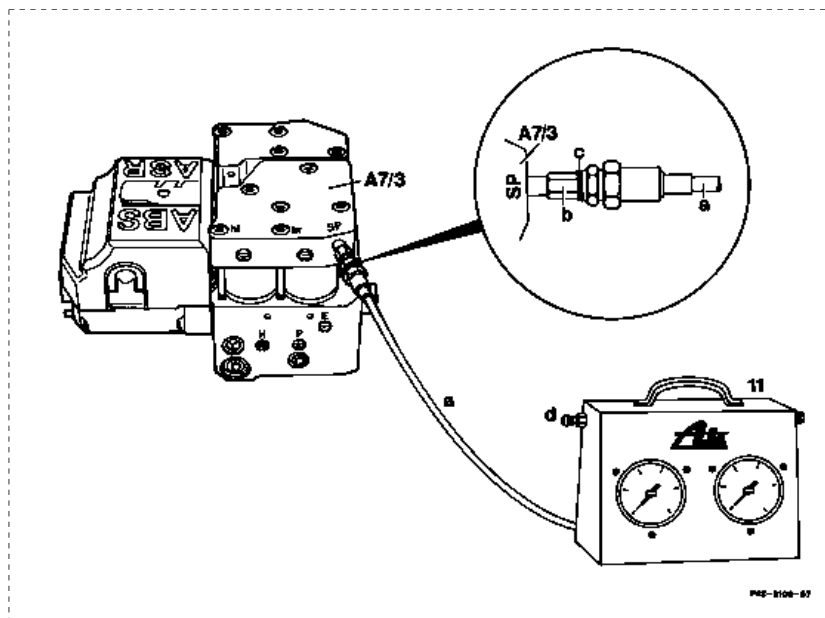

Bild 2
3. Druckprüfgerät an Hydraulikeinheit ASR (A7/3) Anschluß "SP" anschließen (Bild 2).
7. Anlage am Druckprüfgerät (11) über Entlüfterschraube (d) drucklos machen (Bild 2)